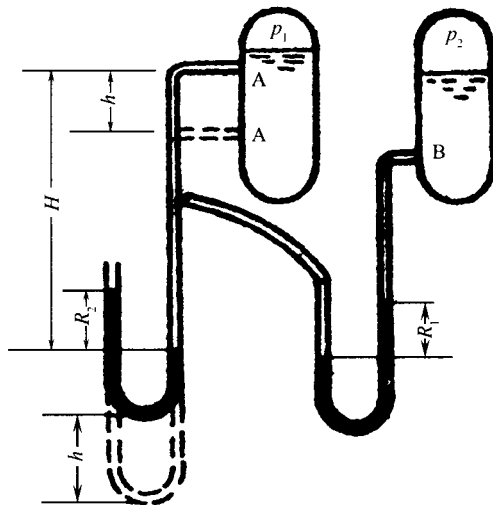

图 1-4
- ① $p_A - p_B = gR\rho_{指}$
- ② $p_A - p_B = gR(\rho_{指} - \rho_{空})$
- ③ $p_A - p_B = gR(\rho_{指} - \rho_{空}) + \rho_{指}ga$
- ④ $p_A - p_B = gR\rho_{空} + \rho_{空}ga$
26. 如图 1-4 所示,两容器内盛同一密度液体。当 U 形管接于 A、B 两点时,读数各为 R_1 和 R_2 。现将测压点 A 和压强计一起下移 h ,则变化后 R_1 和 R_2 的变化为_____。
- ① R_1 增大, R_2 不变
- ② R_1 不变, R_2 增大
- ③ R_1 、 R_2 均不变
- ④ R_1 、 R_2 均增大